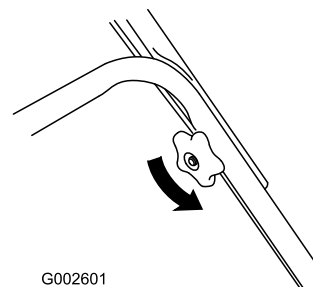

Figure 38
1. Desserrez les boutons du guidon jusqu'à ce que la moitié supérieure bouge librement (Figure 38).